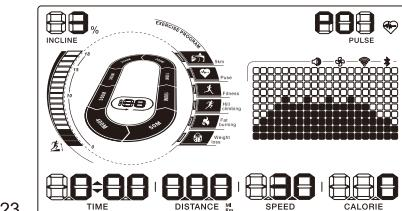

图23
2. 我们为您在面板上设置了心跳训练程式快捷键 。（图23所示）